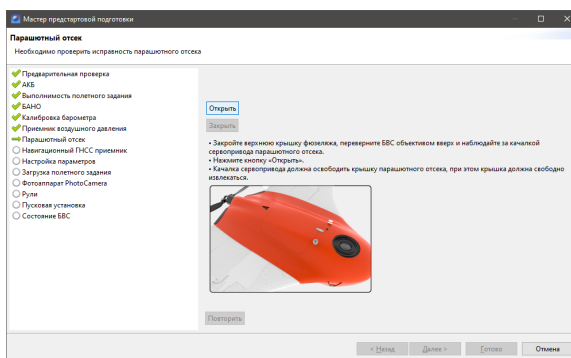

Рис. 100: Парашютный отсек
- **Парашютный отсек.** На данном этапе происходит проверка укладки и зацепа парашюта в парашютном отсеке (рис. 100);